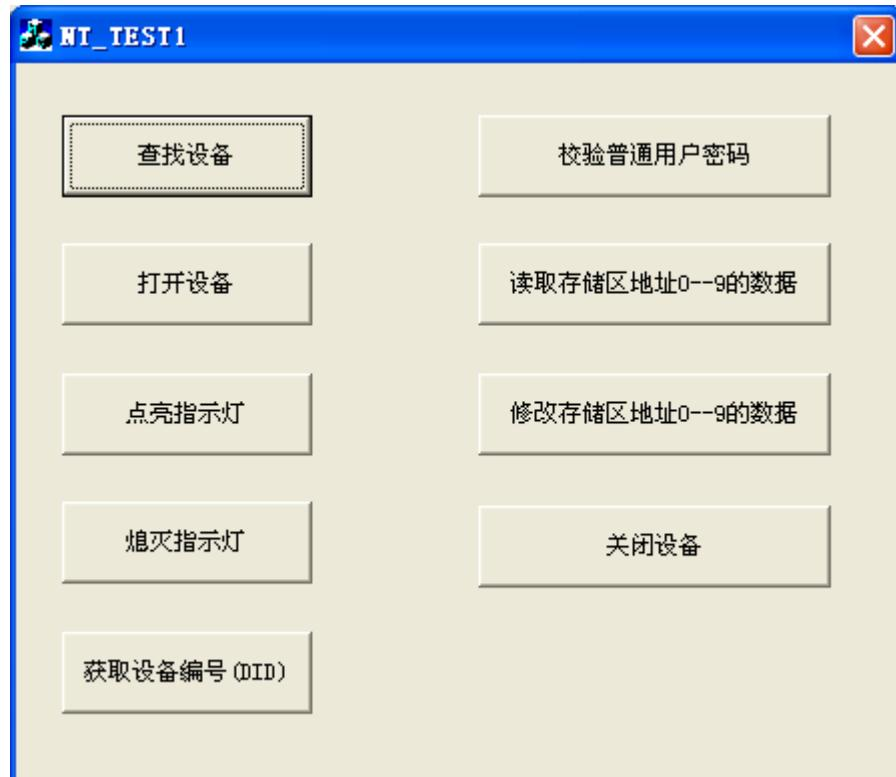

图 5.9 NT_TEST1 操作界面
(14) 至此，这个例子的功能已设计完成，最终的界面如图5.9所示。